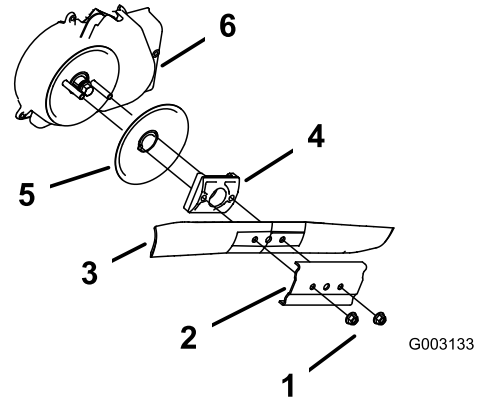

Figura 45
3. Retire las 2 tuercas de la cuchilla y el refuerzo (Figura 45).
4. Retire la cuchilla (Figura 45).
5. Instale la cuchilla nueva (Figura 45).